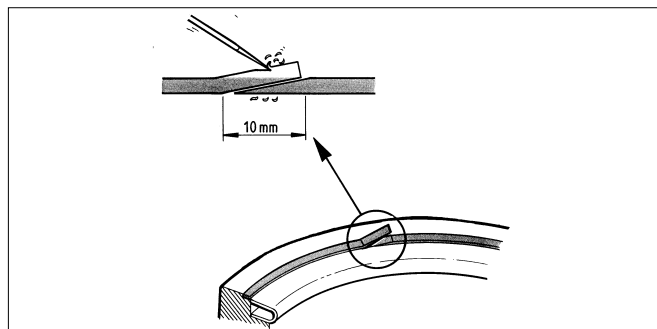

Fig. 11. Montaje del sello del cuerpo
- Monte un nuevo sello autoadhesiva (19) en el cuerpo. La superficie debe estar limpia y libre de grasas. Maneje los extremos del sello como se muestra en la Fig. 11.
- Centre el anillo del asiento (4) cuidadosamente en su ranura y gire el disco para mantener un ligero contacto con el asiento.
- Monte el anillo de la abrazadera y apriete los tornillos (27) ligeramente.
- Apriete los tornillos (27) en diagonal y uniformemente. Los valores de las torsiones recomendadas para los tornillos se incluyen en la Tabla 4. Una brida apretada de modo irregular puede dañar el anillo del asiento. En el caso de las válvulas de tipo asa, las cabezas de los tornillos deben estar por debajo de la superficie de la brida.